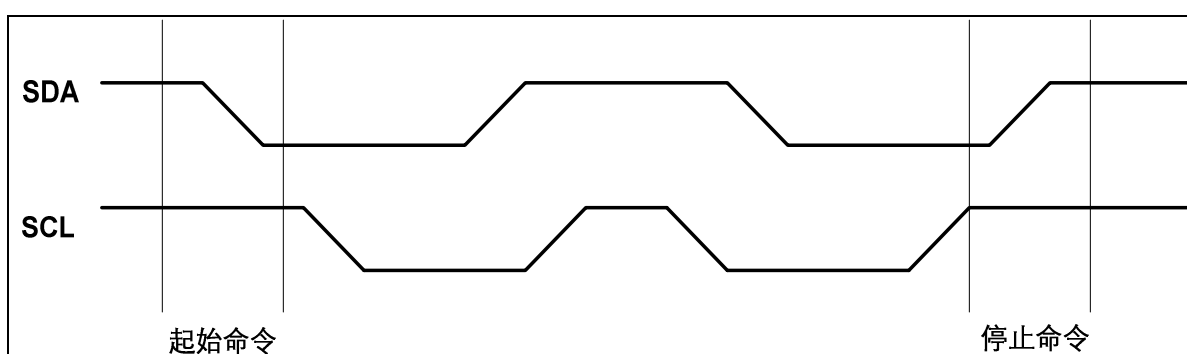

图 4-3 起始 (Start) 与停止(Stop)命令定义
**起始命令:** 当 SCL 为高, SDA 由高到低的变化被视为起始命令, 必须以起始命令作为任何一次读/写操作命令的开始(参见图 4-3)。
**停止命令:** 当 SCL 为高, SDA 由低到高的变化被视为停止命令, 在一个读操作后, 停止命令会使 EEPROM 进入等待(参见图 4-3)。